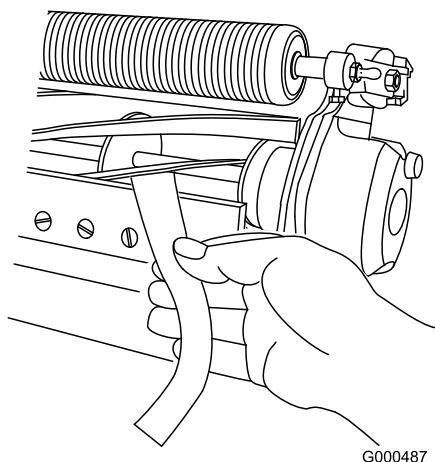

図 18
3. 切れ味確認用のペーパートロのパーツ番号 125-5610を一枚、リールと下刃との間に、下刃に対して直角になるように差し入れて、カッティングユニットの切れ味をテストする図 18。**ゆっくりと** リールを回転させるこれで紙が切れれば合格である。